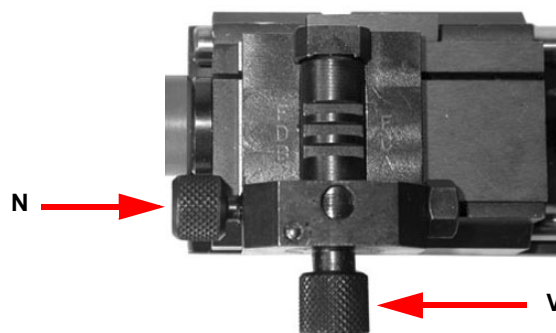

Figura 34: Adaptador para llaves TIBBE (FORD)
6. Siga con el duplicado de la llave poniendo la rueda (V) de los pasos en línea con los puntos "A-C-E", y fijarlos a través del trinchete (N) (véase figura 34);